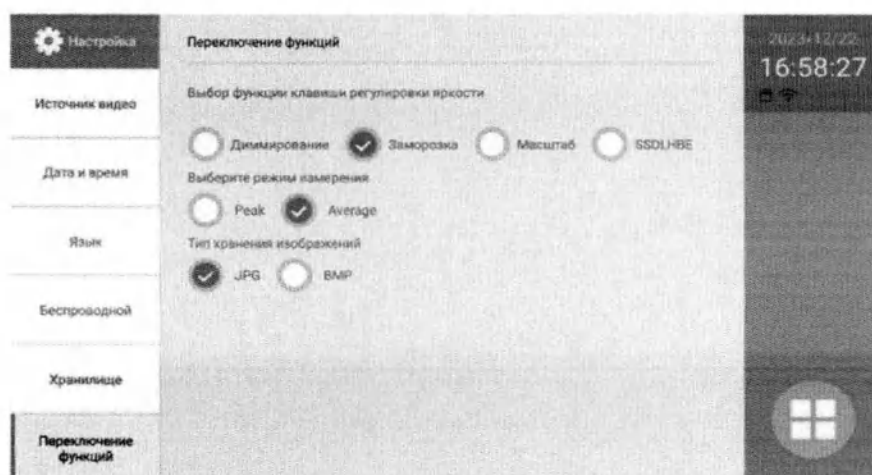

Рис. 3.13 Проверка функции заморозки в главном меню.
3.2.6.1 В главном меню нажмите кнопку «Переключение функций». Войдите в интерфейс настройки клавиши регулировки яркости и выберите «Заморозка» ниже (как показано на рис. 3.13). Затем вернитесь к интерфейсу предварительного просмотра.